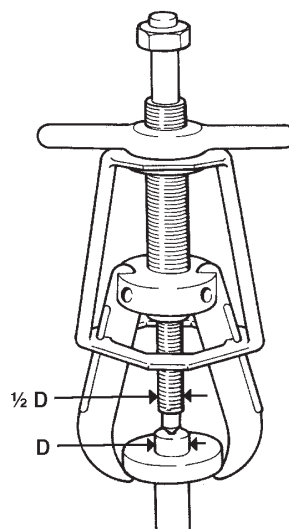

Abbildung 2, Relative Größe des Mittelbolzens im Verhältnis zum Wellendurchmesser
- Der Durchmesser des Mittelbolzens der mechanischen Abziehvorrichtung muß mindestens halb so groß sein wie der Durchmesser der Welle, von der das Objekt abgezogen wird. (Siehe Abbildung 2.)